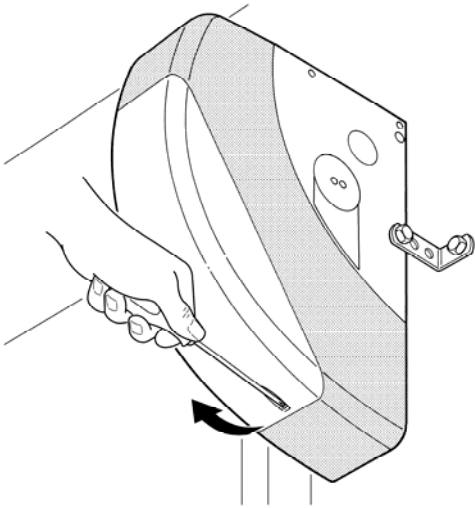

Fig. 5
1. Pour éliminer le couvercle de protection et accéder à la logique électronique de commande de Soon il faut enlever la vis et soulever le couvercle en le tirant vers le haut (Fig. 5).